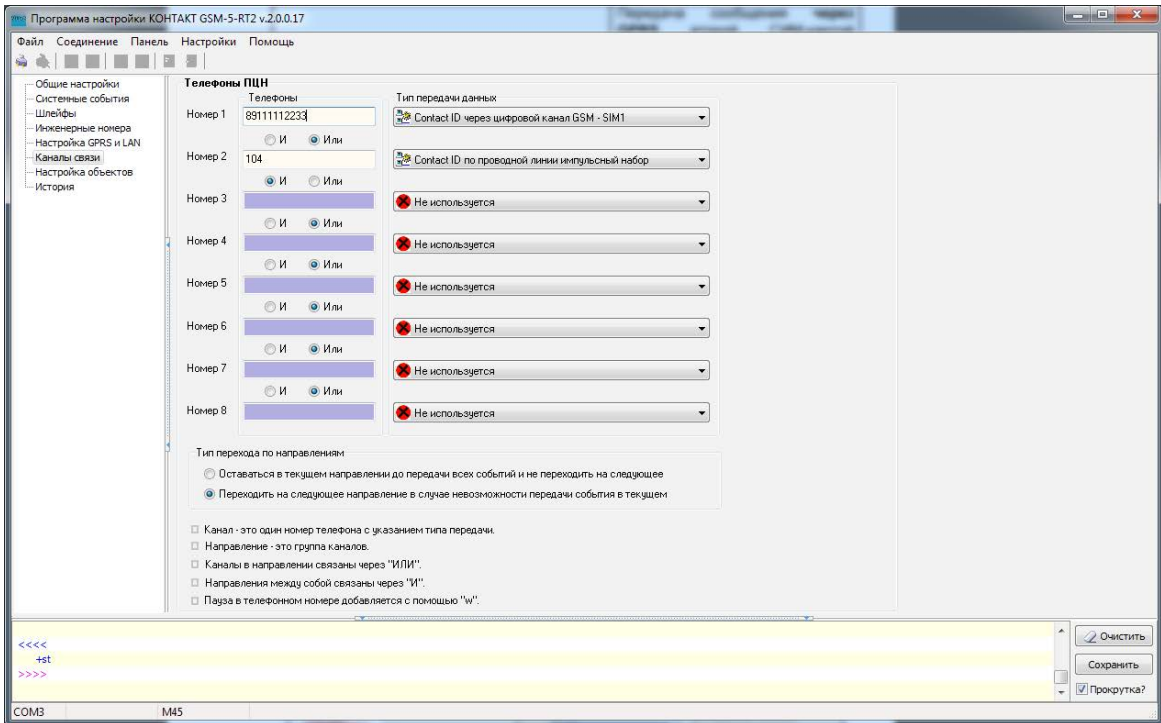

Рисунок 12. Раздел «Каналы связи»
*Например, при такой конфигурации, которая показана на рис. 12, переход к каналу связи номер 2 первого направления произойдет только в том случае, если передача по каналам **GPRS-Online** и **LAN-Online** (если они указаны в разделе «Настройка GPRS и LAN») и **Contact ID** через цифровой канал **GSM** невозможна.*